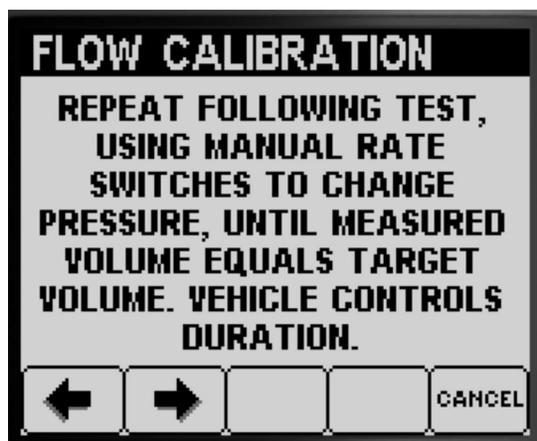

Figura 48
3. No ecrã Repetir o Teste seguinte, carregue no botão 2 para iniciar o teste de recolha da secção do pulverizador (Figura 48).